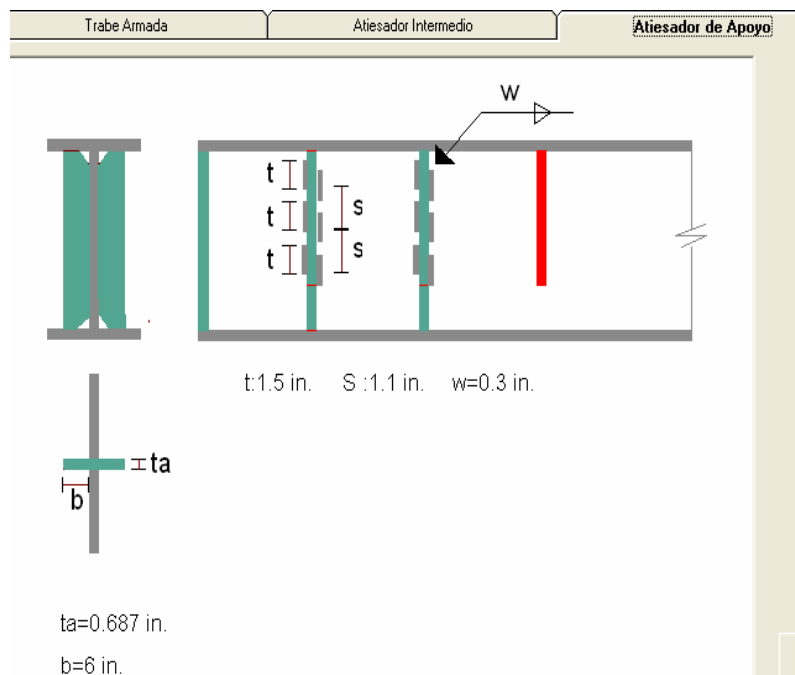

Figura 6.17 Dimensiones de Atiesadores de Apoyo.
4. La carpeta “Atiesadores de Apoyo”, se muestra en la Figura 6.17.